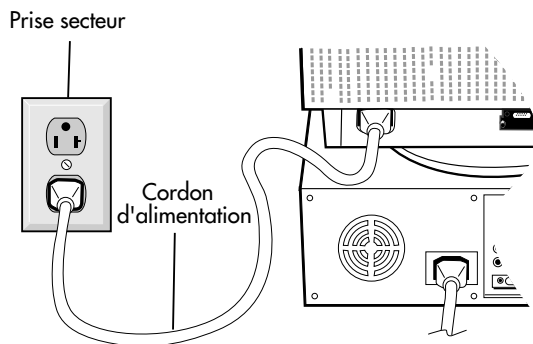

Figure C.1
5. Connecter une extrémité du cordon d'alimentation au moniteur MultiSync E1100+ et l'autre extrémité à la prise secteur (**Figure C.1**).